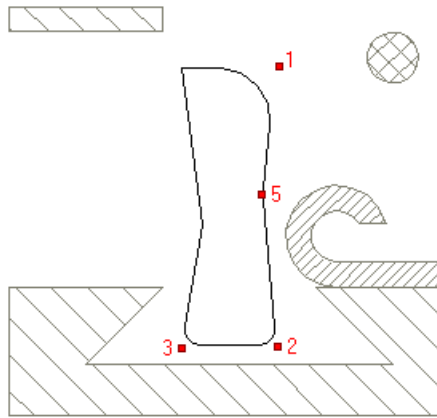

Рисунок 1.7 – Скруглення вузлів в контурі багатокутника
3. Вкажіть вузли 2 і 3 (рис. 1.7).
6. Вкажіть вузли 1 і 5 (рис. 1.7).